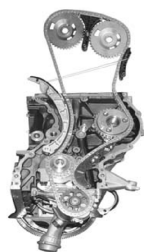

图 10-6 拆卸正时链条
② 用两个连续的标记符号标记一点, 并对齐曲轴链轮上的标记(Δ)。
③ 对齐标记符号和各凸轮轴链轮(进气和排气)标记(Δ)。
④ 对齐另一个标记符号和高压泵链轮标记(Δ)。
10) 拆卸正时链条, 如图 10-6 所示。